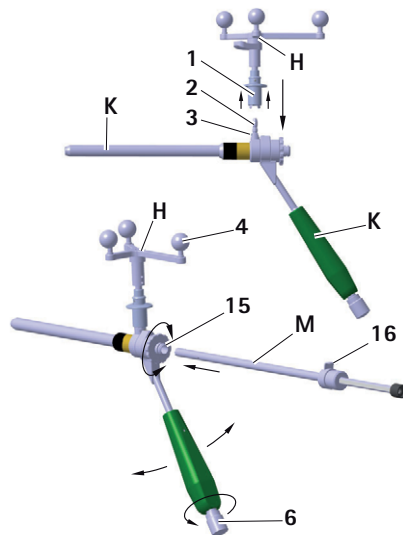

Рис. 13 Монтаж звездчатого опорного блока Aescular на направляющей втулке S⁴C; установка направителя сверла S⁴C
- ▶ Для обеспечения беспрепятственной визуализации камерой отражающих маркерных шариков, отвинтить ручку 6 на рукоятке S⁴C навигаруемой направляющей втулки S⁴C К и повернуть звездчатый блок Aescular Н в нужное положение, см. Рис. 13.
- ▶ Надвинуть втулку с внутренним отверстием М на внутреннюю втулку 15. Внутренняя направляющая втулка фиксируется на внутренней втулке и остается подвижной, см. Рис. 13.